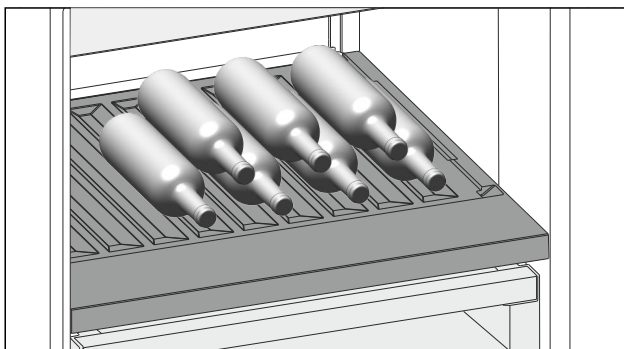

Fig. 189 Beispielhafte Darstellung
- Flaschen mit dem Boden nach hinten zur Rückwand einlegen. (siehe Fig. 189)